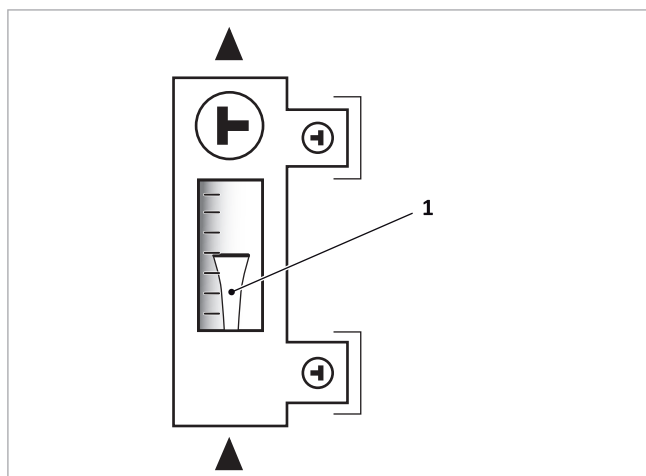

Abb. 110: Volumenstrom an oberer Kante des Schwebekörpers (1) ablesen
2. Druckschlauch der Spül- und Befüllstation (SBS) an KFE-Hahn (6) des Durchflussmessers anschließen, KFE-Hahn öffnen.
3. Spülpumpe einschalten und spülen: SBS → KFE-Hahn (6) → Primärpumpe → Kollektorfeld → SÜS bis KFE-Hahn (5) → SBS
5. Solarkreis durch Druckaufbauen und-ablassen weiter entlüften. Hierzu KFE-Hahn (5) zwei bis drei Mal schließen und öffnen.
6. Wenn Tyfocor blasenfrei austritt, KFE-Hahn (5) schließen und Anlagendruck auf 4 bar erhöhen.
7. KFE-Hahn (6) schließen und Pumpe der SBS abschalten. Anlage auf Dichtigkeit überprüfen.
8. Luftfang (7) entlüften.
9. Kappenventil (3) ganz öffnen.
10. Anlagendruck durch langsames Öffnen von KFE-Hahn (5) auf errechneten Betriebsdruck einstellen. Faustformel: Vordruck MAG + 0,3 bar.
11. Durchflussmesser in Durchflussstellung schalten (vgl. → Abb. 110, S. 58), KFE-Hähne (5) und (6) schließen, SBS entfernen und Kappen aufschrauben.